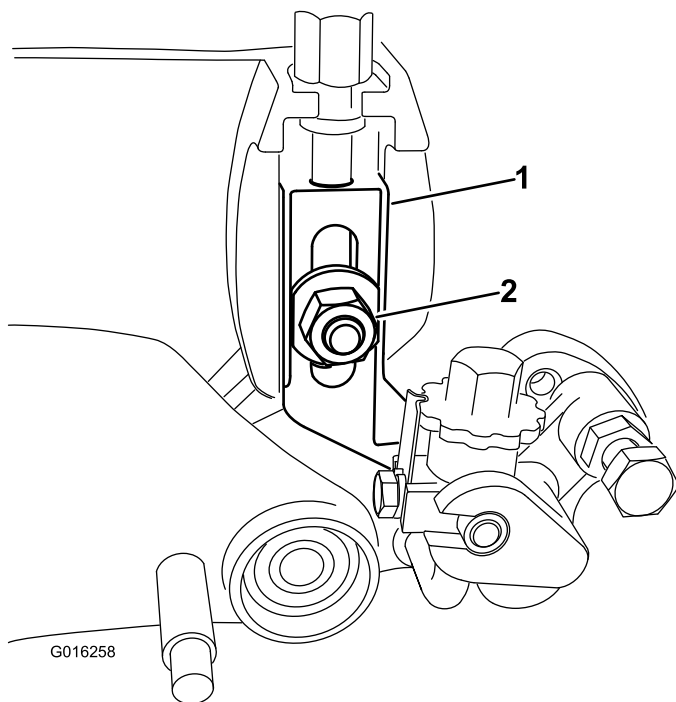

Figura 30
5. Retire el perno avellanado, la tuerca y la arandela que sujetan el brazo de ajuste de la altura de corte a la placa lateral (Figura 30).